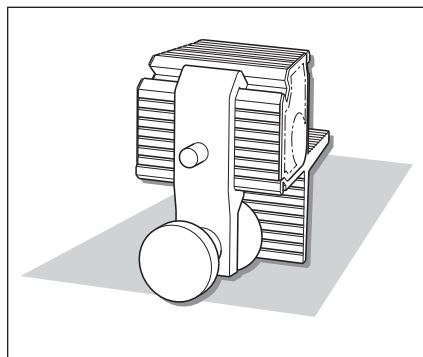

Figure 17 : Guide de sciage configuré pour les contre-queues, côté trapézoïdal orienté à l'horizontale
1. Changer la position de la bride de serrage sur le guide afin que ce dernier soit configuré pour couper les contre-queues. Voir la **figure 17**.